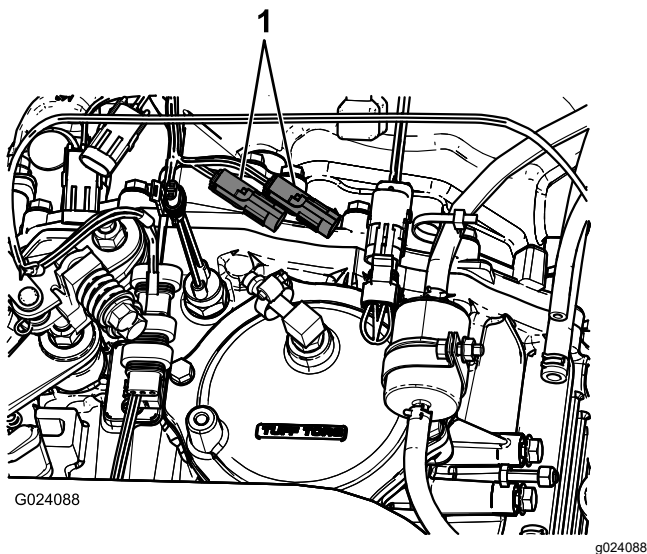

Figura 16
2. La transmisia mașinii, conectați conectorul cu 3 pini al cablajului mașinii pentru senzorul de viteză la conectorul cu 3 mufe al cablajului pulverizatorului pentru senzorul de viteză (Figura 16).